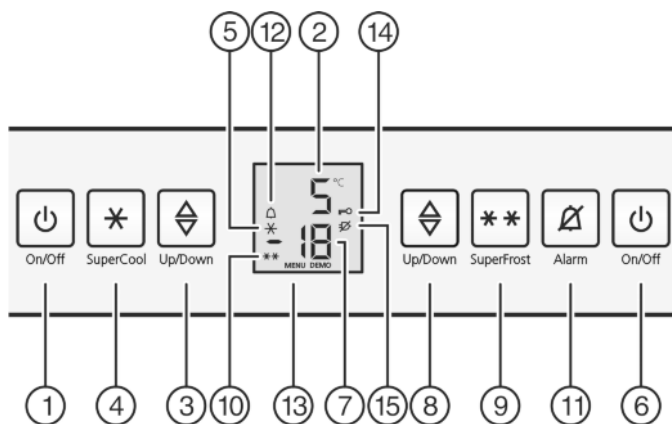

Fig. 2
- ▶ Нажмите кнопку On/Off морозильного отделения Fig. 2 (6).
- ▶ Нажмите кнопку On/Off холодильного отделения Fig. 2 (1).
- ▶ Активация режима настройки: Нажмите кнопку SuperFrost Fig. 2 (9) и удерживайте ее прим. 5 секунд.
- ▷ На индикаторе будет отображаться символ «Меню» Fig. 2 (13).
- ▶ Для подтверждения нажать и отпустить кнопку «SuperFrost» Fig. 2 (9).
- ▷ На индикаторе горит символ «Защита от детей» Fig. 2 (14).
- ▶ Нажмите и сразу отпустите кнопку On/Off морозильного отделения Fig. 2 (6).
- ▷ Символ «Защита от детей» Fig. 2 (14) гаснет.
- ▶ Нажмите кнопку Alarm Fig. 2 (11).
Одновременно мигает индикация температуры и символ тревоги Fig. 2 (12).
Звуковой сигнал выключается автоматически, символ аварийного сигнала Fig. 2 (12) выключается и индикатор температуры перестает мигать, если температура снова становится достаточно низкой.